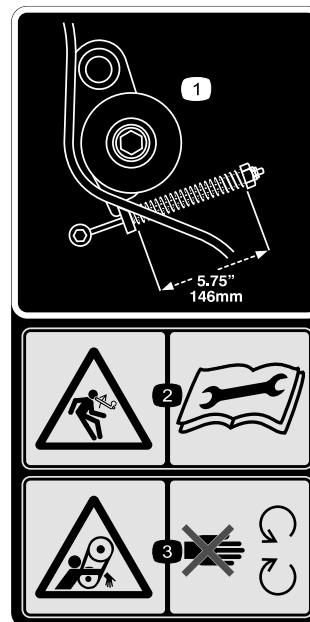

図 33
1. アイドラスプリングを 150 mm 程度押し込んでベルトの張りを点検する; 図 33 を参照。